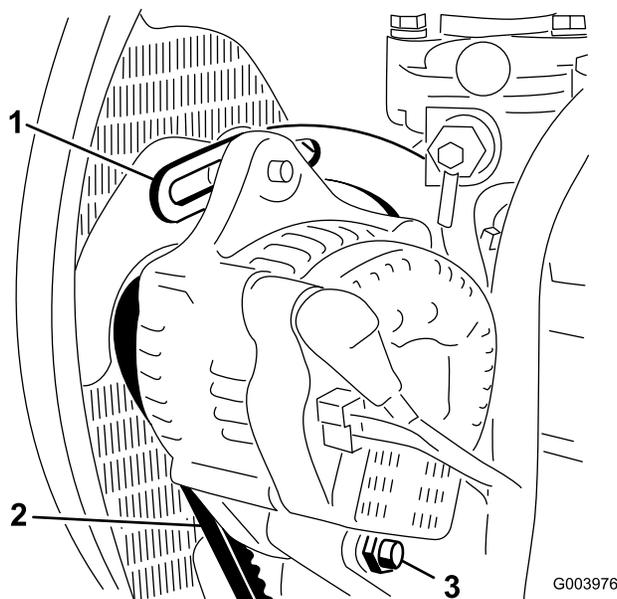

Figura 77
2. Verifique a tensão da correia do alternador, premindo-a (Figura 77) até metade entre as polias do alternador e do cárter com uma força de 10 kg.
3. Desaperte o parafusos que segura a abraçadeira ao motor (Figura 77), o parafuso que segura o alternador à abraçadeira e o parafuso de articulação.